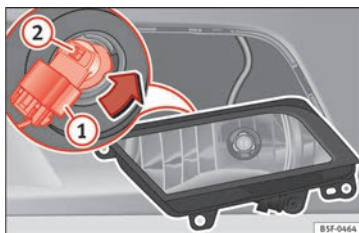

Bild 107 Dimljus fram.
- Ta bort kontakten » **bild 107** ① från glödlampnan.
- Vrid lamphållaren » **bild 107** ② till vänster och dra.